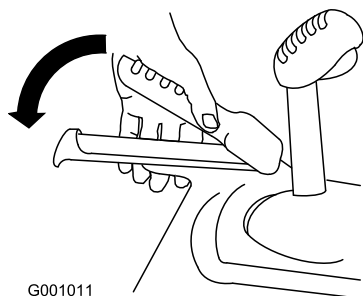

Рисунок 35
2. Прижмите рычаг тяги к рукоятке и удерживайте его на месте (Рисунок 35).